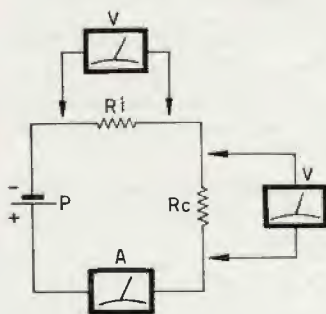

Fig. 1
Saprete che ogni alimentatore (ad esempio un pila) ha una sua resistenza interna: supponiamo però (fig. 1) di avere per comodità un generatore ideale (P), avente in serie una resistenza Ri che simula la resistenza interna dei **generatori vulgari**; Rc sia la resistenza di carico. Supponiamo che il valore